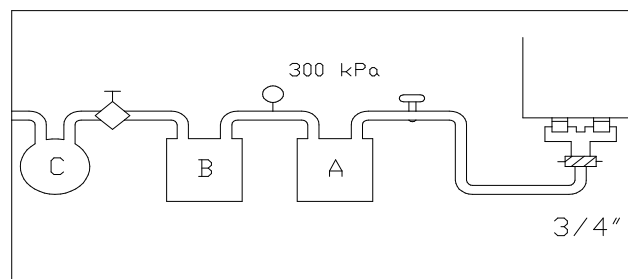

图 3
- 如果导电性超过 2000 μ S 或氯浓度超过限制，必须安装氢离子交换器（图 3-A）。
- 如果氧化还原电位高于 300 mV，请安装活性炭过滤器（遵循过滤器的维护时间间隔）（图 3-B）。
- 如果水中杂质水平高，应安装沉淀物过滤器 (0.08 mm)（图 3-C）。